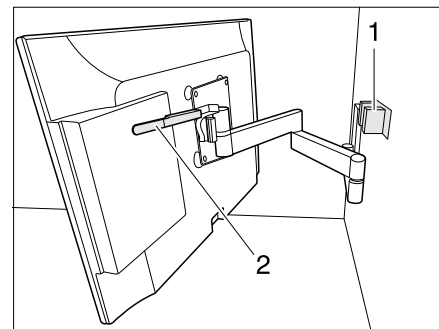

Bild 8 Halterung mit Gelenkarm
- Flachbildschirm in Ausgangsstellung zurückschwenken und in Arretierung (Bild 8, 1) einrasten lassen.